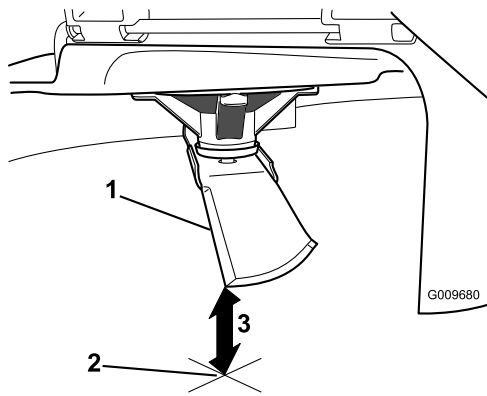

Bild 53
3. Messen Sie von der Messerspitze bis zu ebenen Fläche (Bild 53).